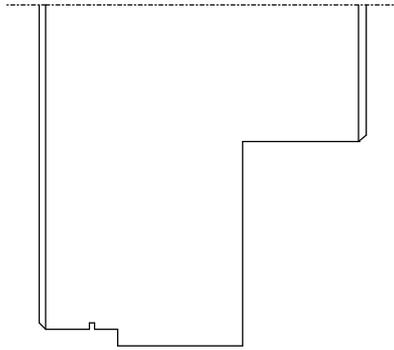

Abbildung 4.22: Ausgangsgeometriebild zur Erstellung von Schnitt A-A
8. Löschen der überzähligen Geometrie- und Hilfslinien aus dem neuen Element (Abbildung 4.22) über den Befehl **[LÖSCHEN]**. Hierzu kann der Befehl **[ERSTELL]? TRENNEN? Elem/R-eck** benutzt werden, um anschließend keine gelöschten Linien neu zeichnen zu müssen.